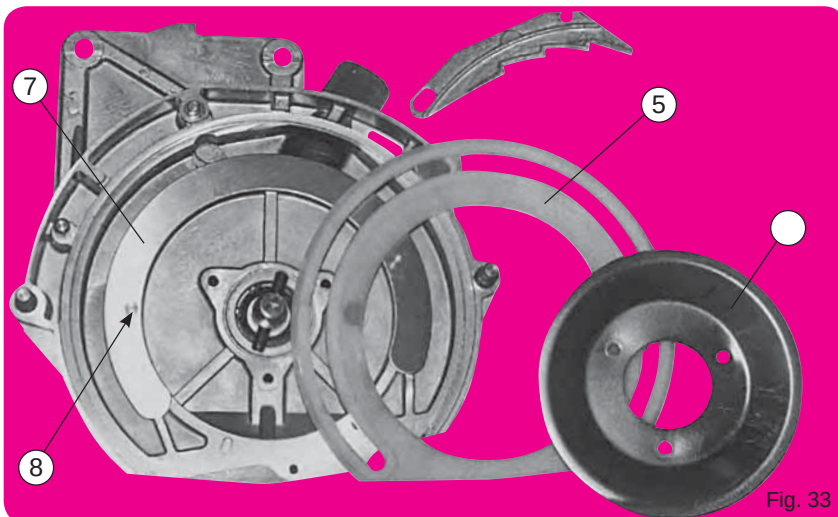

Fig. 33
Maintenue extérieurement dans une gorge et bloquée par la cuvette (6) et ses 3 boulons, la nouvelle couronne devra être positionnée avec attention en prenant soin à ce que les crans du secteur d'appui (7) (fig. 33) et de la couronne soient bien en place dans leur logement.
The wear gasket is positioned externally in a groove and held by the cup. (6) Its 3 bolts should be positioned with care making sure that the stub (fig. 33) of the wear gasket is properly positioned in the hole of the housing.
Прокладка расположена во внешнем пазу и удерживается коλλαком (6). Перед закручиванием трех болтов коллака убедитесь, что направляющая прокладка (рис. 33) расположена должным образом в отверстии корпуса.